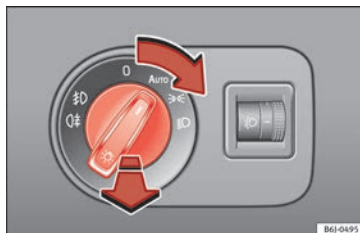

Bild 29 Instrumentbräda: ljusreglage
- Vrid reglaget till önskat läge » bild 29.